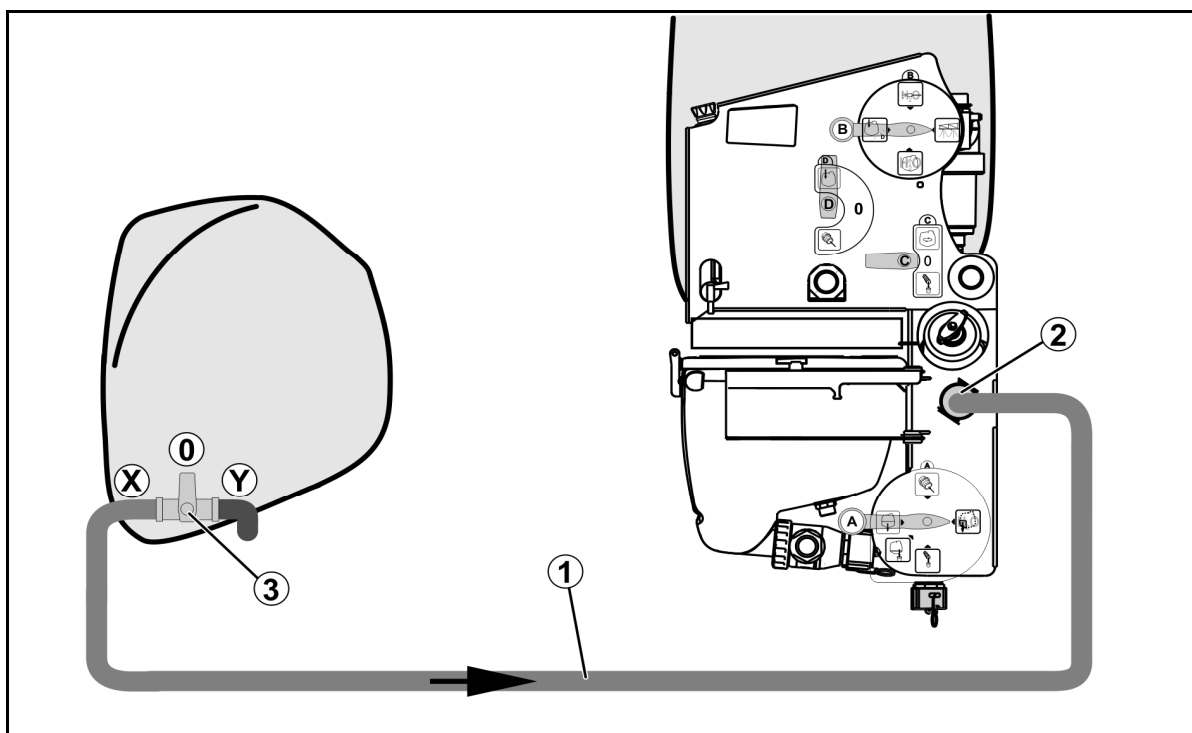

Fig. 14
1. Koble forbindelsesslangen (Fig. 14/1) til fronttanken sammen med påfyllingskoblingen (Fig. 14/2).
2. Koblingsventilen på fronttanken (Fig. 14/3) i stillingen **X**.